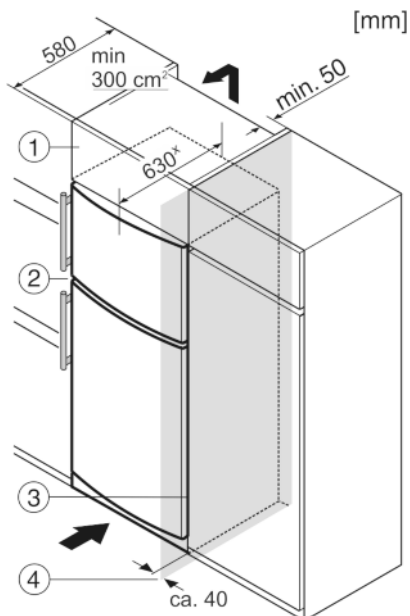

Fig. 9
- (1) Дополнительный шкафчик
(2) Устройство
(3) Кухонный шкаф
(4) Стенка
Устройство может быть окружено предметами кухонной обстановки. Чтобы уравнять устройство Fig. 9 (2) по высоте с кухонной стенкой, можно установить над устройством соответствующий дополнительный шкафчик Fig. 9 (1).
При комбинировании с кухонными шкафами (глубина макс. 580 мм) устройство можно установить непосредственно рядом с кухонным шкафом Fig. 9 (3). Устройство выступает сбоку на 34 мм* и по центру на 50 мм* относительно передней стенки кухонного шкафа.
Если устройство установлено на шарнирах у стены Fig. 9 (4), то расстояние между устройством и стеной должно быть не менее 40 мм. Настолько выступает ручка при открытой дверце.